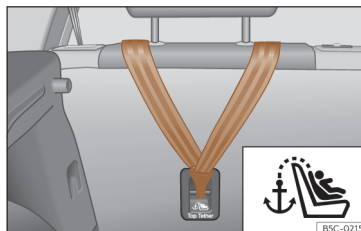
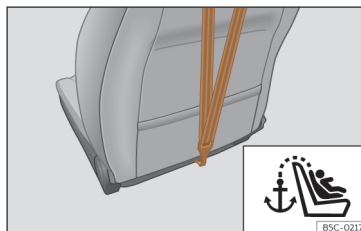

Fig. 46 Arrière de la banquette arrière : ancrage pour la ceinture Top Tether.
Fig. 47 Arrière du dossier du siège du passager avant : ancrage pour la ceinture Top Tether (non disponible sur tous les marchés).
- Faites glisser la sangle et fixez-la correctement à l'aide de l'ancrage derrière le dossier >>> **fig. 46**, >>> **fig. 47**.